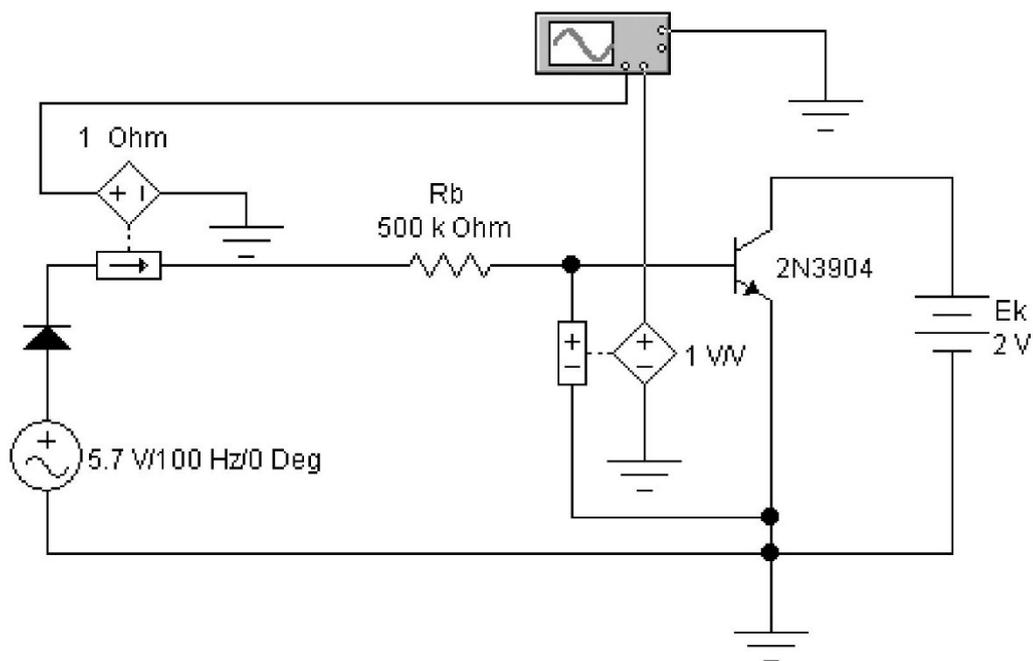

Рис. 10. Схема для получения входной характеристики транзистора в схеме с ОЭ
3. Собрать схему, изображенную на рис. 10. Включить схему. Зарисовать входную характеристику транзистора, соблюдая масштаб.